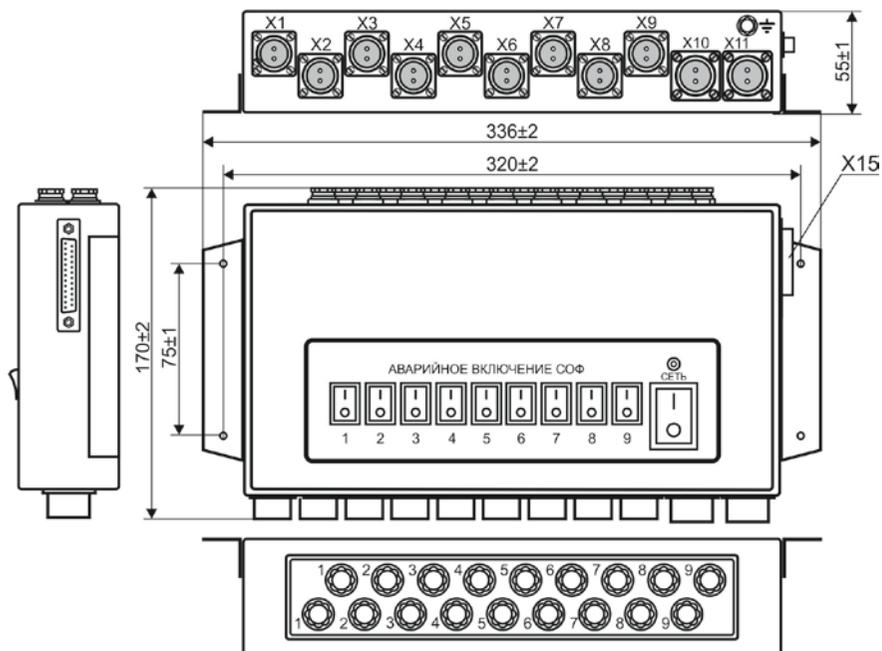

Рис.1
- а) системный блок (рис.1) – 335x170x55 (мм);